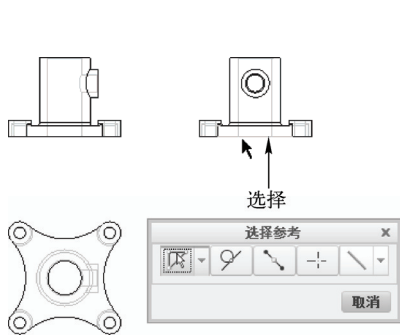

图 14-57 选择边线
STEP 03 弹出“选择参考”工具栏, 在绘图区图形的下方合适的边线上单击鼠标左键, 选择边线, 如图 14-57 所示。